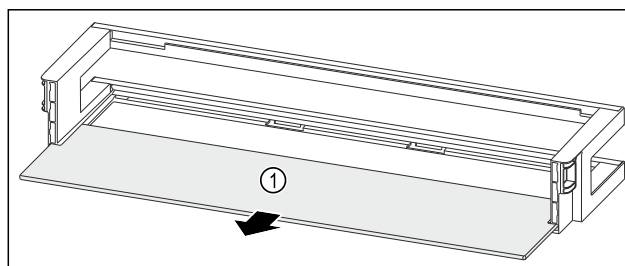

Fig. 221 Door rack with shelf
- Remove the shelf Fig. 221 (1).